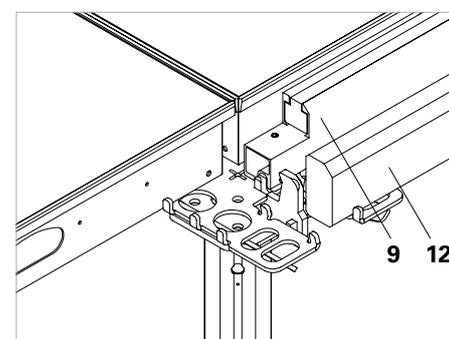

Fig. A5.13
- Viga de extremidade SRT-2 (9) e compensação em madeira SPH (12) ou madeira por conta do contratante com  $b = 3,8 - 8$  cm e  $h = 9,8$  cm. (Fig. A5.13)